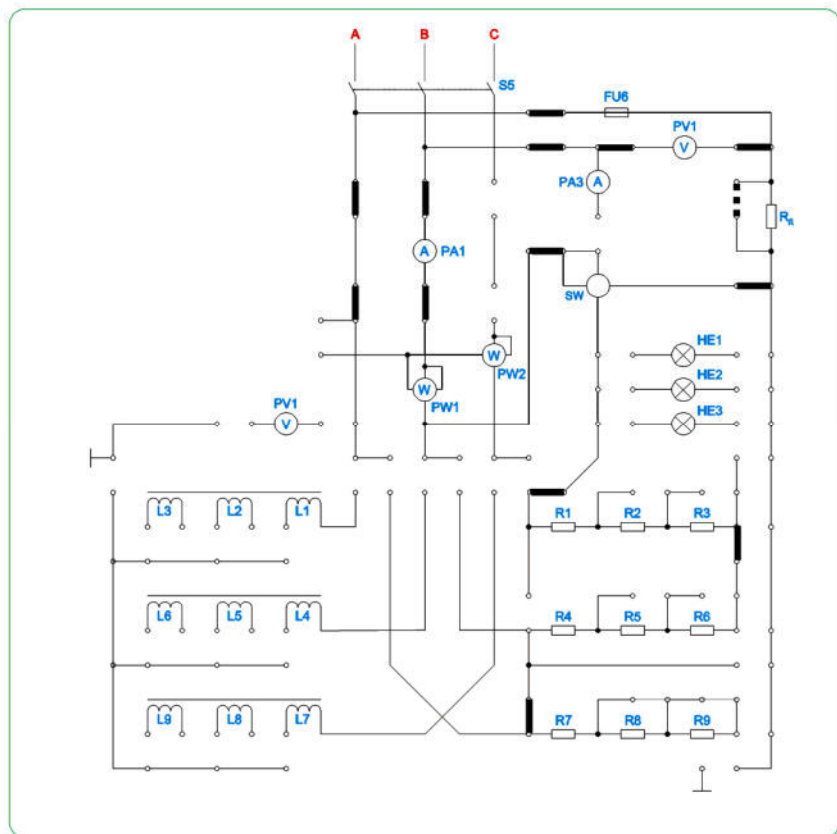

Рисунок 4.2 Монтажная схема для определения порога чувствительности счетчика
6. Определить порог чувствительности счетчика. (См. Рис. 4.2.). Величина тока нагрузки изменяется путем шунтирования резистора R_d и при необходимости шунтированием звеньев в цепи резисторов $R_4 - R_9$.